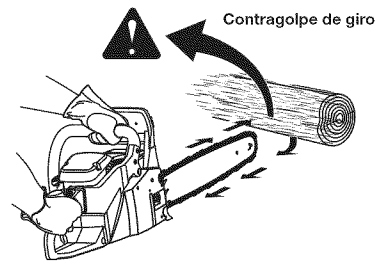

Fig. 1
- El **contragolpe de giro** puede ocurrir cuando la punta superior de la barra guía se pone en contacto con un objeto mientras la cadena se está moviendo (Fig. 1 y 2). Esto puede hacer que la cadena perfora el objeto y se detenga momentáneamente. La barra guía entonces salta y se da vuelta, veloz como un rayo, retrocediendo en dirección al operador.
- **NO** haga cortes con la punta de la barra guía (Fig. 1).